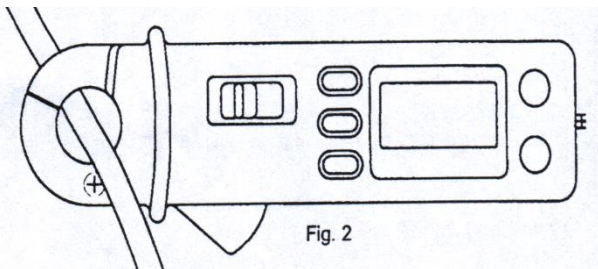

Fig. 2
4. Para mediciones CC, la lectura es un valor positivo cuando la corriente fluye del lado superior al lado inferior del dispositivo como en la Fig. 2.